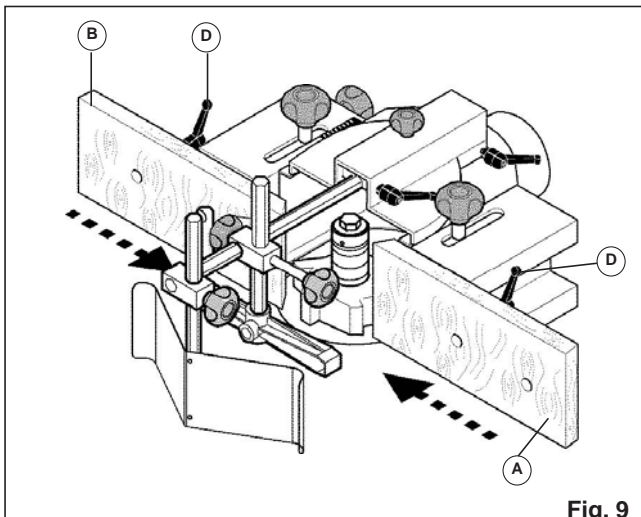

Fig. 9
- Lossa på de två handtagen D (fig. 9) och flytta de två anhängarna A och B nära verktyget.